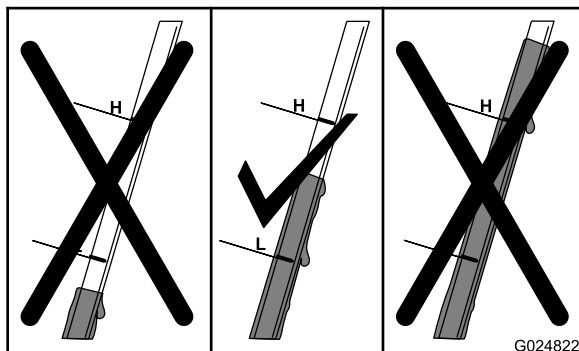

Рисунок 24
6. Определите уровень масла по отметкам на щупе (Рисунок 24).